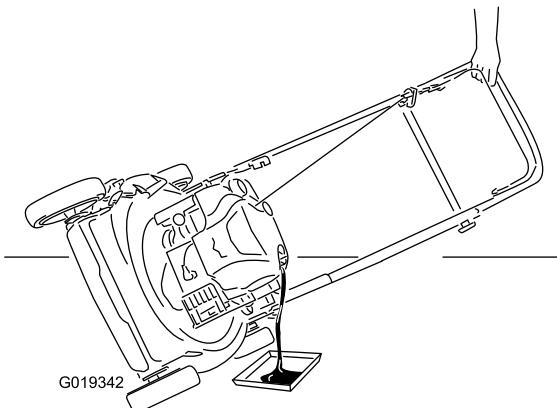

Figura 43
- Inclinete la macchina sul fianco, con il tubo di riempimento dell'olio in basso, per vuotare l'olio usato attraverso il tubo di riempimento in una bacinella di spurgo (Figura 43).